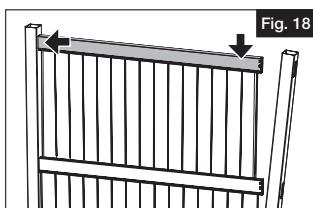

Fig. 18
- c. Inserte el travesaño superior en el primer agujero superior del orificio ranurado del poste y luego guíelo por encima de los tablones (Fig. 18).